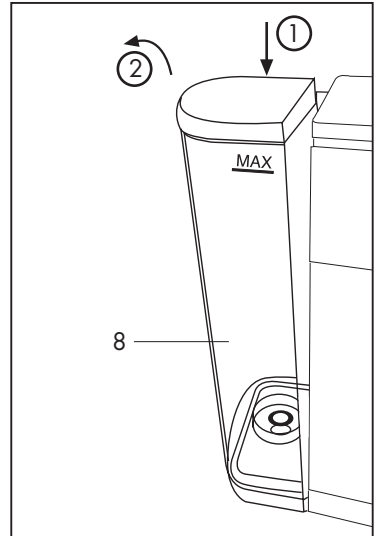

Abb. 1
- Um den Behälter (8) heraus zu nehmen, diesen nach unten drücken und gleichzeitig nach außen drehen (**Abb.1**)